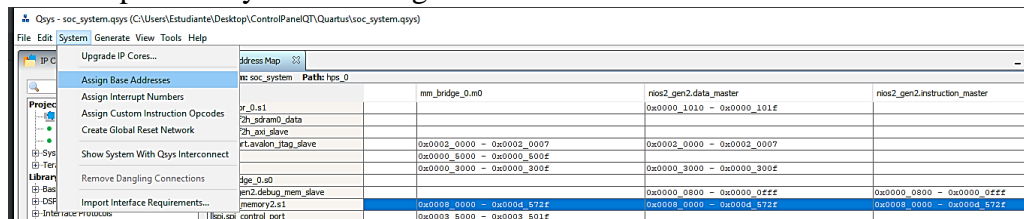

Ilustración 16 - Asignar direcciones
17. Después de realizar las conexiones entre componentes asignamos Base Address desde la pestaña System ->Assign Base Address. Como indica la Ilustración 16.